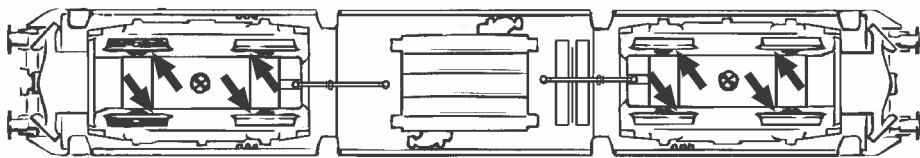

Fig. 7
2. Schmierung: Versehen Sie die im Schmierplan in Fig. 7 gekennzeichneten Stellen mit nur **kleinen Öltropfen**. Dazu zuerst das Lokgehäuse abnehmen (Fig. 3). Wir empfehlen den **ROCO Öler Art.-Nr. 10906**. Fürs Schmieren der Getriebeteile (Zahnräder, Schnecke) empfehlen wir das **ROCO-Spezialfett Art.-Nr. 10905**. Im Falle der Schmierung diese Teile **nicht ölen**.
2. Lubrication: Apply **tiny oil drops** to spots marked in fig. 7. Prior to lubrication dismantle locomotive (fig. 3). We recommend using item no. **10906, Roco oiler**. For lubrication the gearparts (e.g. cogwheels, worm) we would recommend our Roco **special grease** (item no. **10905**).
2. Graissage: N'appliquez **qu'une toute petite goutte** aux endroits indiqués par le plan de graissage (fig. 7) après avoir démonté la caisse de la locomotive (fig. 3). Nous vous recommandons le **graisseur à huile Roco réf. 10906**. Pour graisser les engrenages (roues dentées, vis sans fin) nous vous conseillons la **graisse spéciale Roco réf. 10905** pour engrenages en matières synthétiques. Lorsque vous utilisez cette graisse il faut éviter d'huiler ces composants.